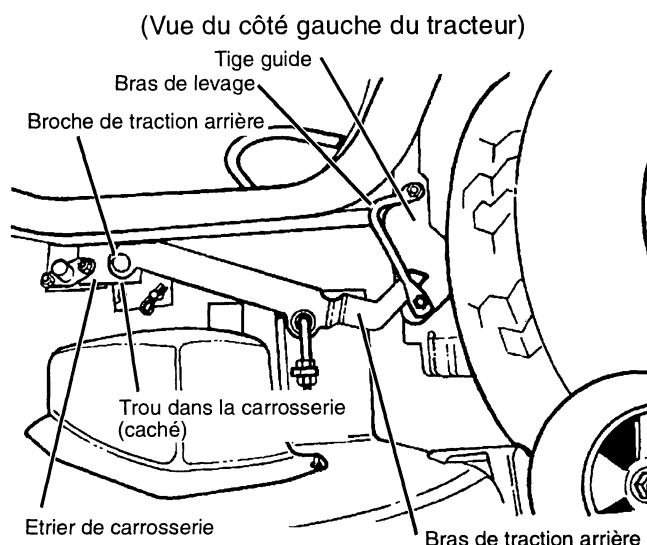

FIGURE 7
- Positionner le bloc tondeuse de façon que les bras de traction arrière soient entre les tiges guides de couleur dorée et les bras de levage sur le côté extérieur (voir Fig. 7).
- Lever le bloc tondeuse. Placer des blocs de 5 cm sous les bords droit et gauche du bloc tondeuse pour permettre d'aligner les trous à l'avant des étriers de traction arrière avec les trous dans l'étrier de carrosserie (voir Fig. 7).